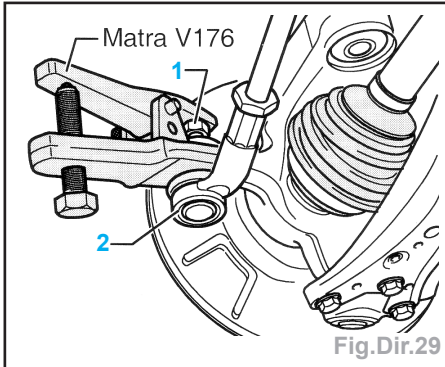

Fig.Dir.29
- Desserrer l'écrou hexagonal (1) de sorte que l'extracteur puisse s'appuyer sur l'écrou (Fig.Dir.29).